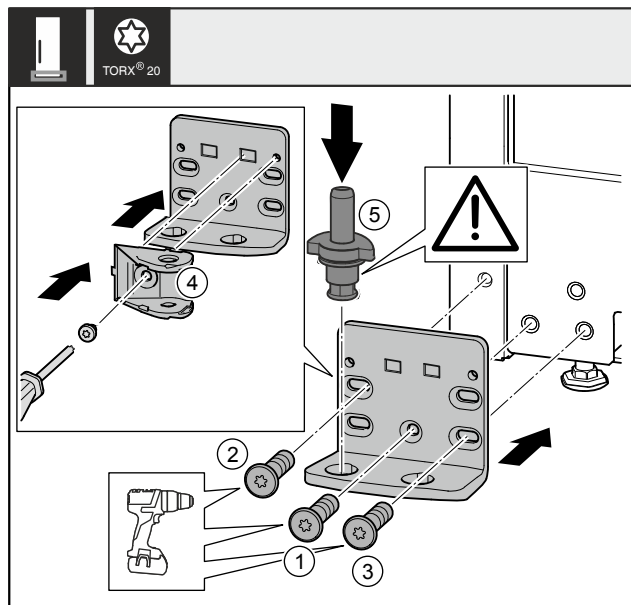

Fig. 33
- Coloque el soporte del cojinete en el otro lado y atorníllelo con un destornillador. Comience con el tornillo Fig. 33 (1) en la parte inferior central.
- Atornille el tornillo Fig. 33 (2) y el tornillo Fig. 33 (3).
- Gire la conexión del amortiguador de cierre Fig. 33 (4) 180°. Atornille el soporte del cojinete en el otro lado con un destornillador.
- Inserte completamente los pernos del cojinete Fig. 33 (5). Asegúrese de que la leva de bloqueo apunte hacia atrás.